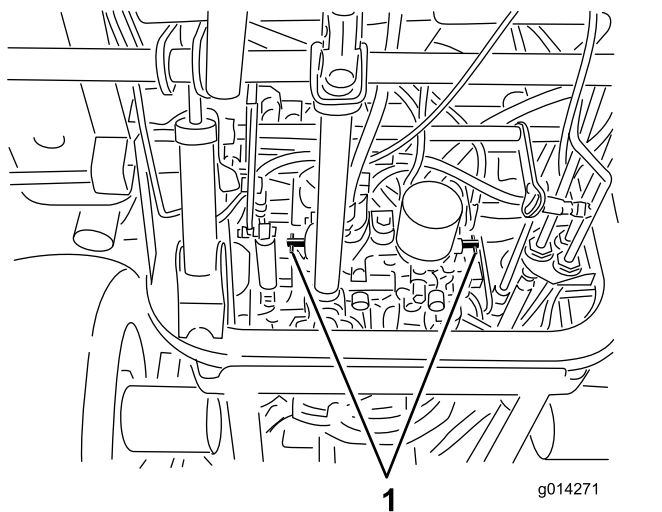

Figura 28
4. Rode cada válvula de derivação no sentido contrário aos ponteiros do relógio 1 volta (Figura 28).
1. Rode cada válvula de derivação 1 volta no sentido dos ponteiros do relógio e aperte-as à mão (Figura 28).
2. Aperte as válvulas com 8 N·m, conforme indicado na Figura 28.